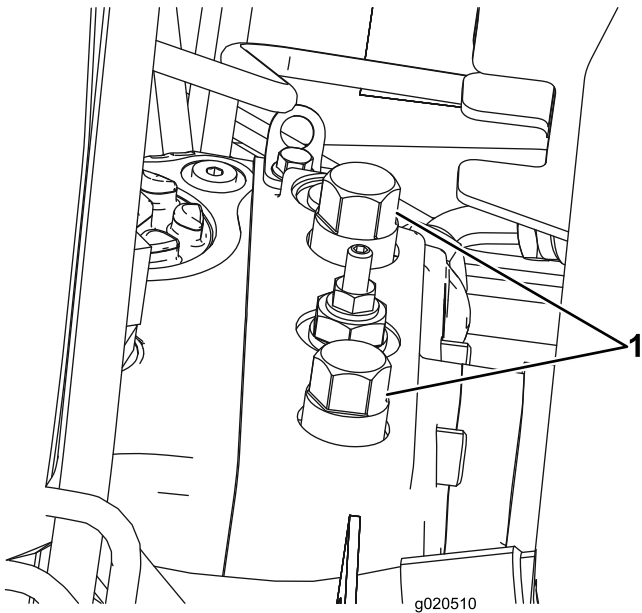

Figura 43
1. Abra o capot e localize as válvulas de distribuição (Figura 43) na parte superior da bomba, por detrás das caixas da bateria/armazenamento.